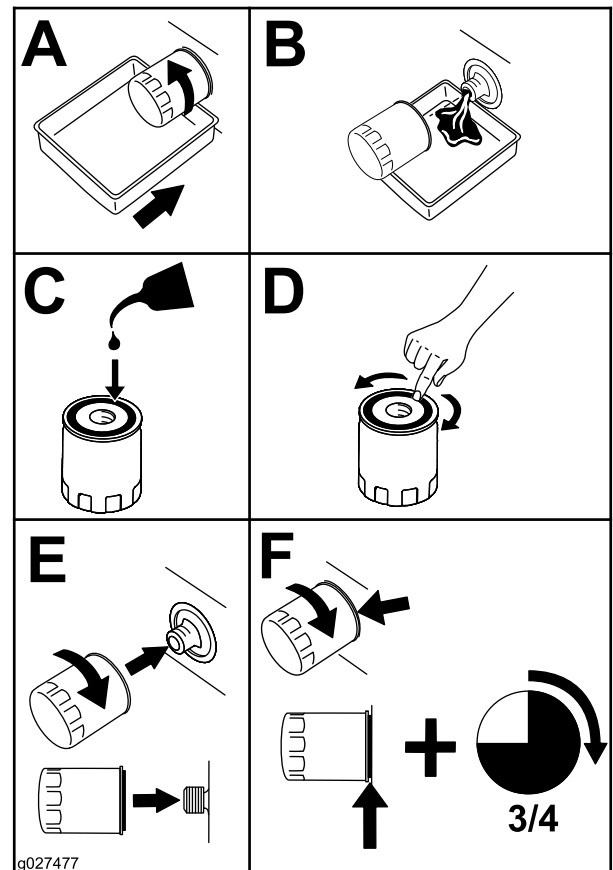

Bild 44
5. Wechseln Sie den Motorölfilter (Bild 44).